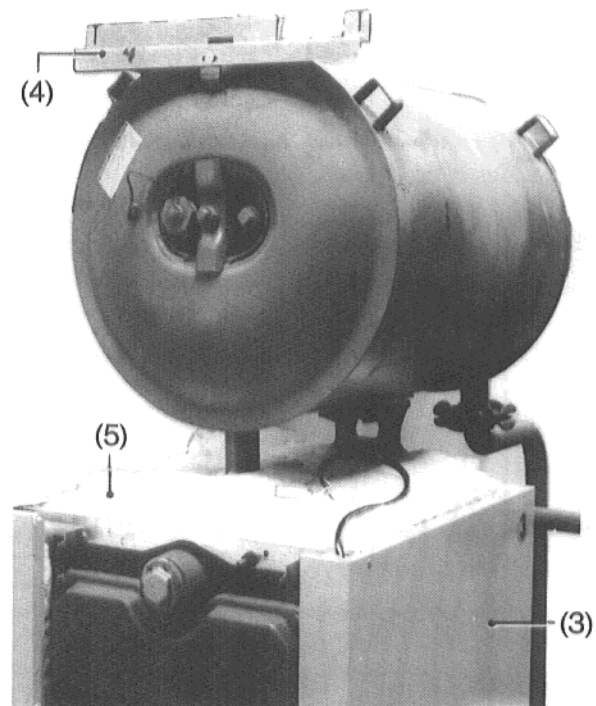

Fig. 9
**De rechterzijplaat (3)** zoals hiervoor omschreven monteren (zie fig. 9).
**De traverse (4)** voor de boilerzijplaten (met omgezette rand) losjes op de boiler vastschroeven (zie fig. 9).
**De isolatie-deken (5)** op de ketel leggen (zie fig. 9).
**De linker boilerzijplaat (6)** boven in de traverse van de boiler (omgezette rand), en onder met de uitgespaarde sleuven op de stripjes aan de zijplaat steken, aandrukken en aan de voorzijde met behulp van parkerschroeven vastzetten.